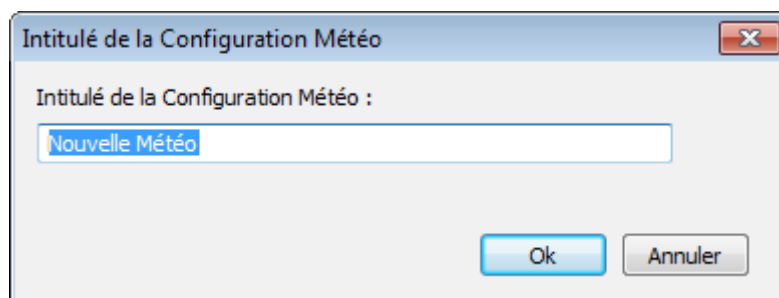

figure 29:
**Pour créer une nouvelle météo**, appuyer sur le bouton « **nouvelle...** » la fenêtre (figure 29) s'ouvre: